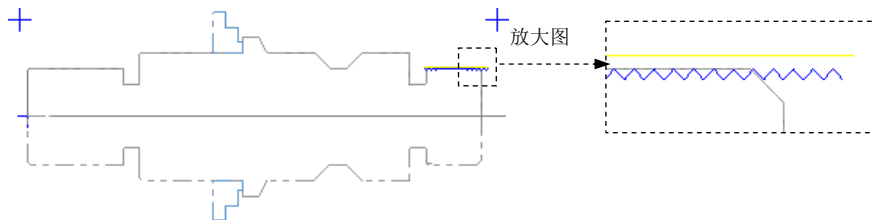

图 19.23 刀具路径
(3) 在“螺纹型式的参数”界面的 **起始位置** 文本框中输入值 470.0, 在 **终止位置** 文本框中输入值 540.0, 其他参数采用系统默认设置值。
(4) 在“车床-车螺纹 属性”对话框中单击 **螺纹切削参数** 选项卡, 在 **退刀延伸量:** 文本框中输入值 2.0, 其他参数采用系统默认设置值。
Step6. 在“车床-车螺纹 属性”对话框中单击 **✓** 按钮, 完成加工参数的设置, 此时系统将自动生成图 19.23 所示的刀具路径。